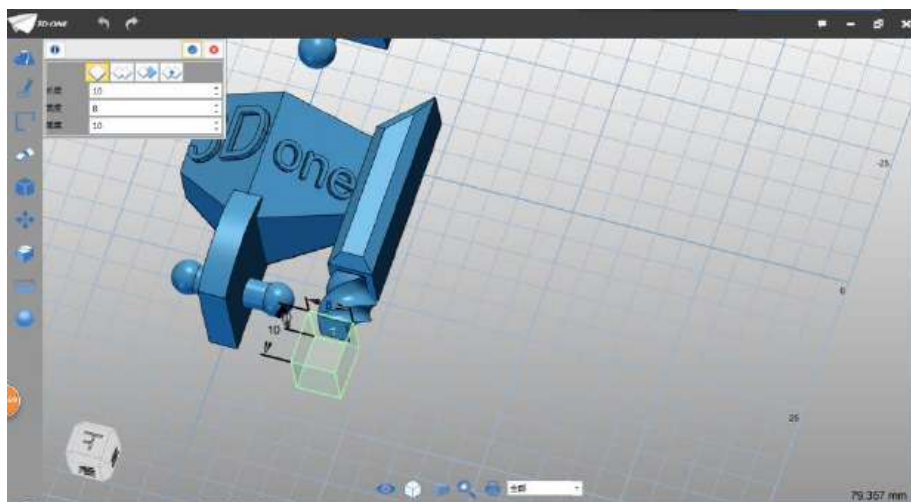

图 3-16
Step 16 矩形的参数设置为 10*8*10，如下图 3-16 所示：